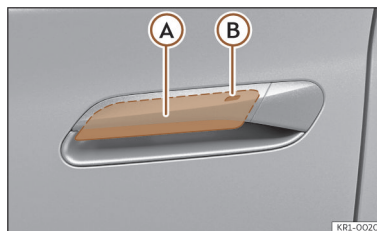

Abb. 69 Türgriff: Sensorflächen.
>>> (Abb. 69)
- Berühren Sie die auf der Außenseite des Türgriffs befindliche Sensorfläche >>> (Abb. 69) (B). Alle Blinker leuchten einmal auf.
- Berühren Sie innerhalb von 5 Sekunden einmal die auf der Außenseite des Türgriffs befindliche Sensorfläche >>> (Abb. 69) . Ergreifen Sie dabei nicht den Türgriff. Das System Keyless Access ist jetzt vorübergehend deaktiviert.